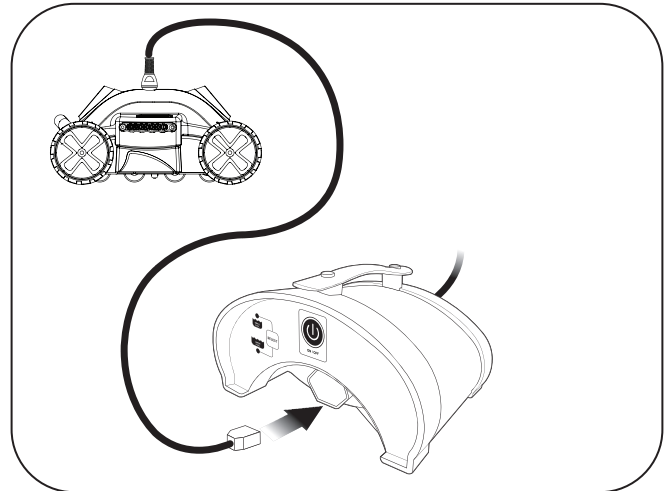

Figura 2. Conecte el cable de alimentación
2. Enderece el cable flotante. Eleve la lengüeta de fuente de alimentación y enchufe el cable de alimentación (Figura 2).